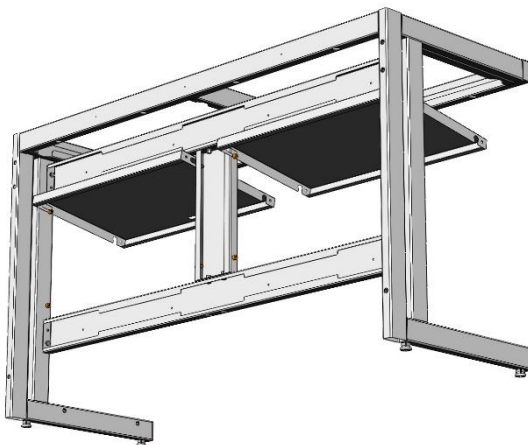

Рис. 4
5. Навесить декоративную панель – завести панель в горизонтальном положении так, чтобы болт М8х14 (цилиндрическая головка) попал в прорезь панели. Опустить панель в вертикальное положение (Рис. 4)